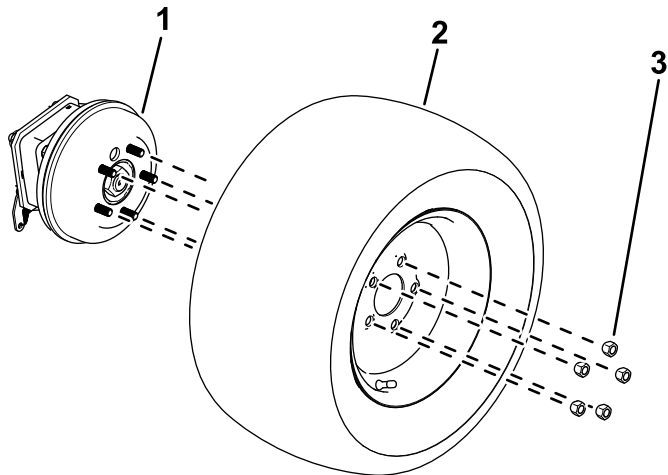

Figura 12
2. Rimuovete le ruote dai mozzi (Figura 12).
- Utilizzate i dadi ruota rimossi in precedenza per fissare gli pneumatici ai mozzi delle ruote (Figura 12).